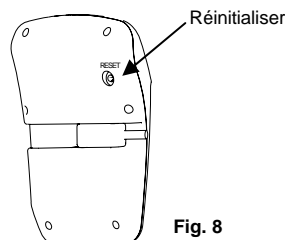

Fig. 8
- Appuyez sur le bouton de réinitialisation situé à l'arrière du panneau de commande. (Fig. 8) L'appareil émettra un son pour indiquer qu'il est réinitialisé.